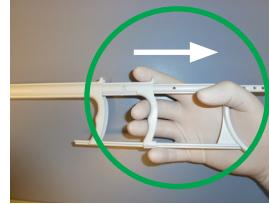

Figure 5
- Laissez votre pouce fléchi et dans une position fixe comme décrit sur la Figure 5.